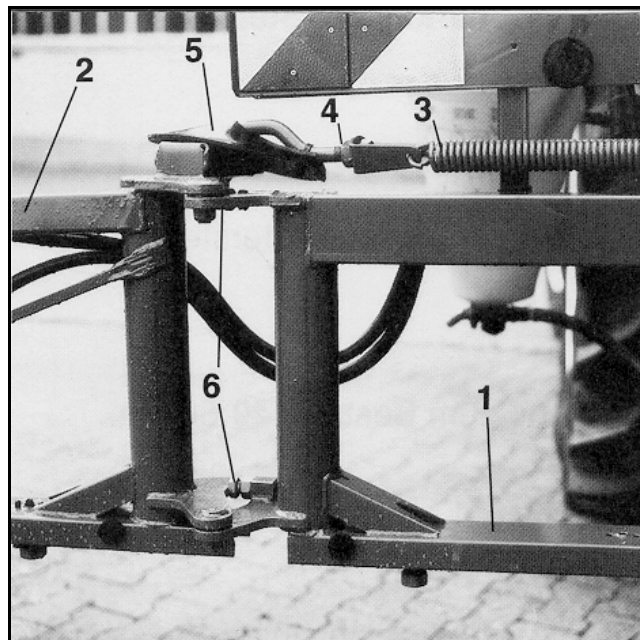

Рис. 59
- Отвинтите контргайку регулировочного винта (Рис. 59/6).